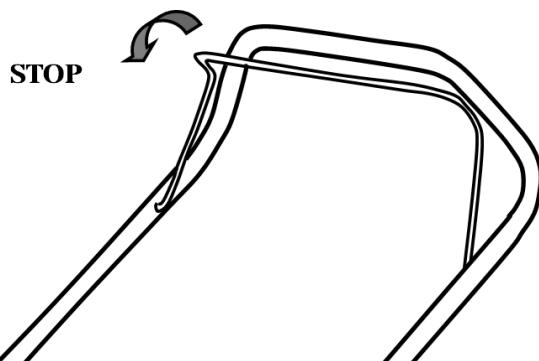

Fig.14
S'il y a une accumulation d'herbe sous le châssis, arrêtez le moteur, retirez le capuchon de bougie et attendez que le moteur ait refroidi avant de nettoyer l'herbe. (Fig.14)
4. Desserrez le boulon à tête hexagonale dans le sens antihoraire avec une clé appropriée et retirez-le ainsi que la rondelle et la lame (Fig. 14).